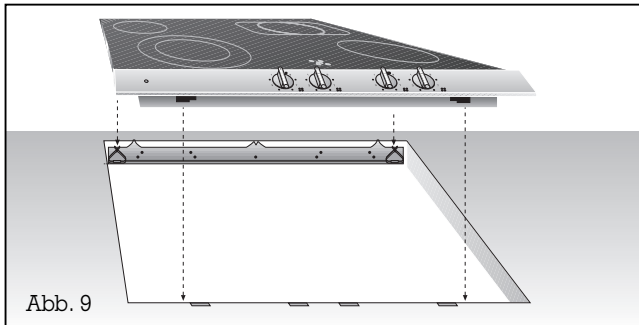

Abb. 9
- **Lassen Sie das Gerät in die Arbeitsplatte ein.** Achten Sie darauf, daß die Rastnasen am Gerät exakt auf den Klemmfedern aufliegen. Drücken Sie das Gerät fest in die Arbeitsplatte. Die Rastnasen am Gerät „schnappen“ in den Klemmfedern ein (Abb. 9).